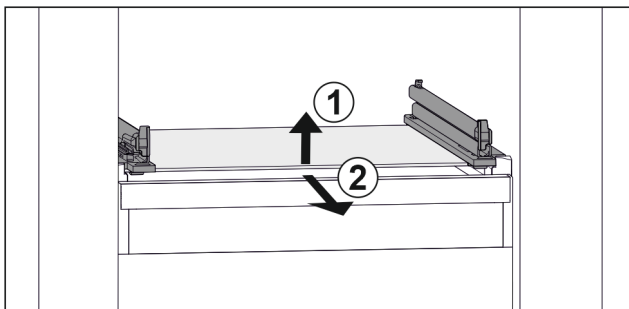

Fig. 111 Beispielhafte Darstellung der Glasplatte
- ▶ Glasplatte vorne anheben. Fig. 111 (1)
- ▶ Glasplatte nach vorne entnehmen. Fig. 111 (2)